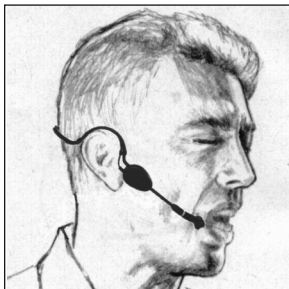

Fig. 1 : Mettre le microphone.
1. Mettez le microphone comme indiqué à la Fig. 1.